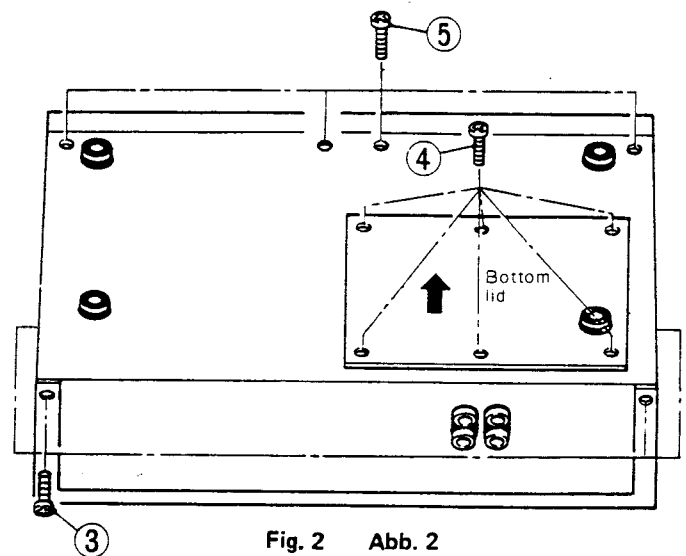
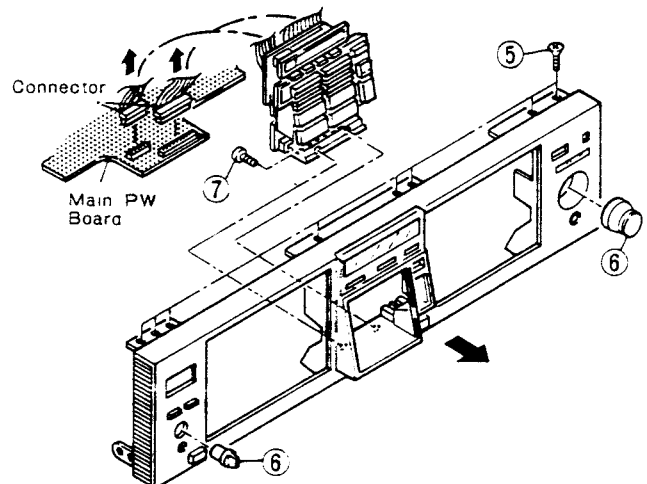

Fig. 2 Abb. 2
Fig. 3 Abb. 3
Remove 12 screws ⑤ and the lead clamp after removing the cassette lids, and so the front panel can be pulled out forward (Fig. 2, Fig. 3).
Zwölf Schrauben ⑤ ausdrehen und die Kabelbride entfernen, nach dem die Cassettenschachtdeckel ausgebaut wurden, worauf die Frontplatte nach vorne abgezogen werden kann (Abb. 2, Abb. 3).
Retirer 12 vis ⑤ et le collier de fixation des fils après avoir séparé les trappes à cassettes de sorte que la façade de l'appareil peut être retirée par l'avant (Fig. 2, Fig. 3).
Remove the connectors (2 positions) after removing the front panel, and then remove 2 screws ⑦ (Fig. 3).
Die beiden Stecker (2 Positionen) nach dem Ausbau der Frontplatte abtrennen und die beiden Schrauben ⑦ ausdrehen (Abb. 3).
Retirer les connecteurs (2 endroits) après avoir déposé la façade et retirer les 2 vis ⑦ (Fig. 3).